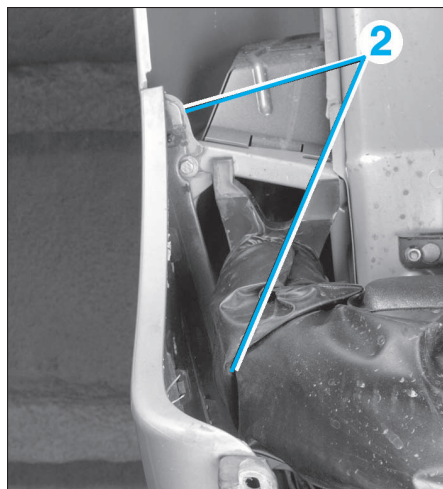

FIG. 20
- les fixations latérales (2) (Fig.20).